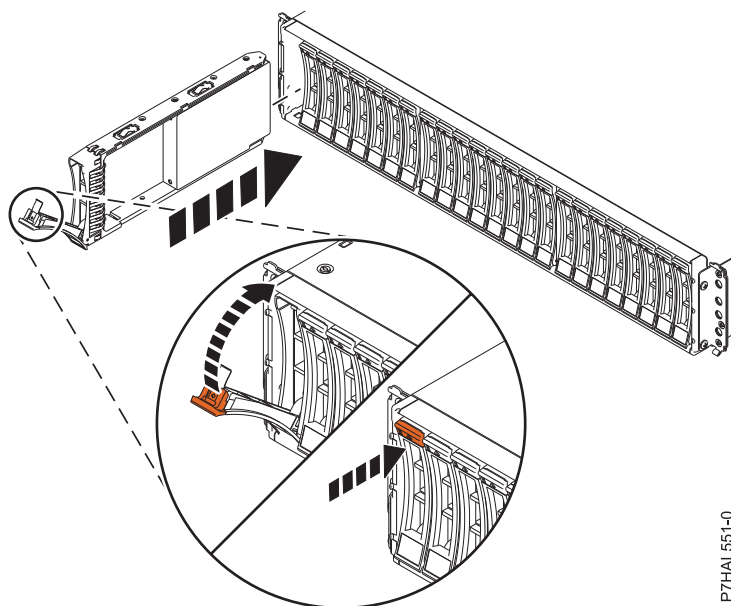

Figura 37. Substituir uma unidade de disco no suporte de unidades de disco
3. Com a pega na posição de desbloqueio, como demonstrado em Figura 37, apoie a parte inferior da unidade à medida que a alinha com as calhas de guia na unidade de expansão.
8. Bloqueie a unidade ao rodar a pega do compartimento (A) na direcção demonstrada em Figura 37.